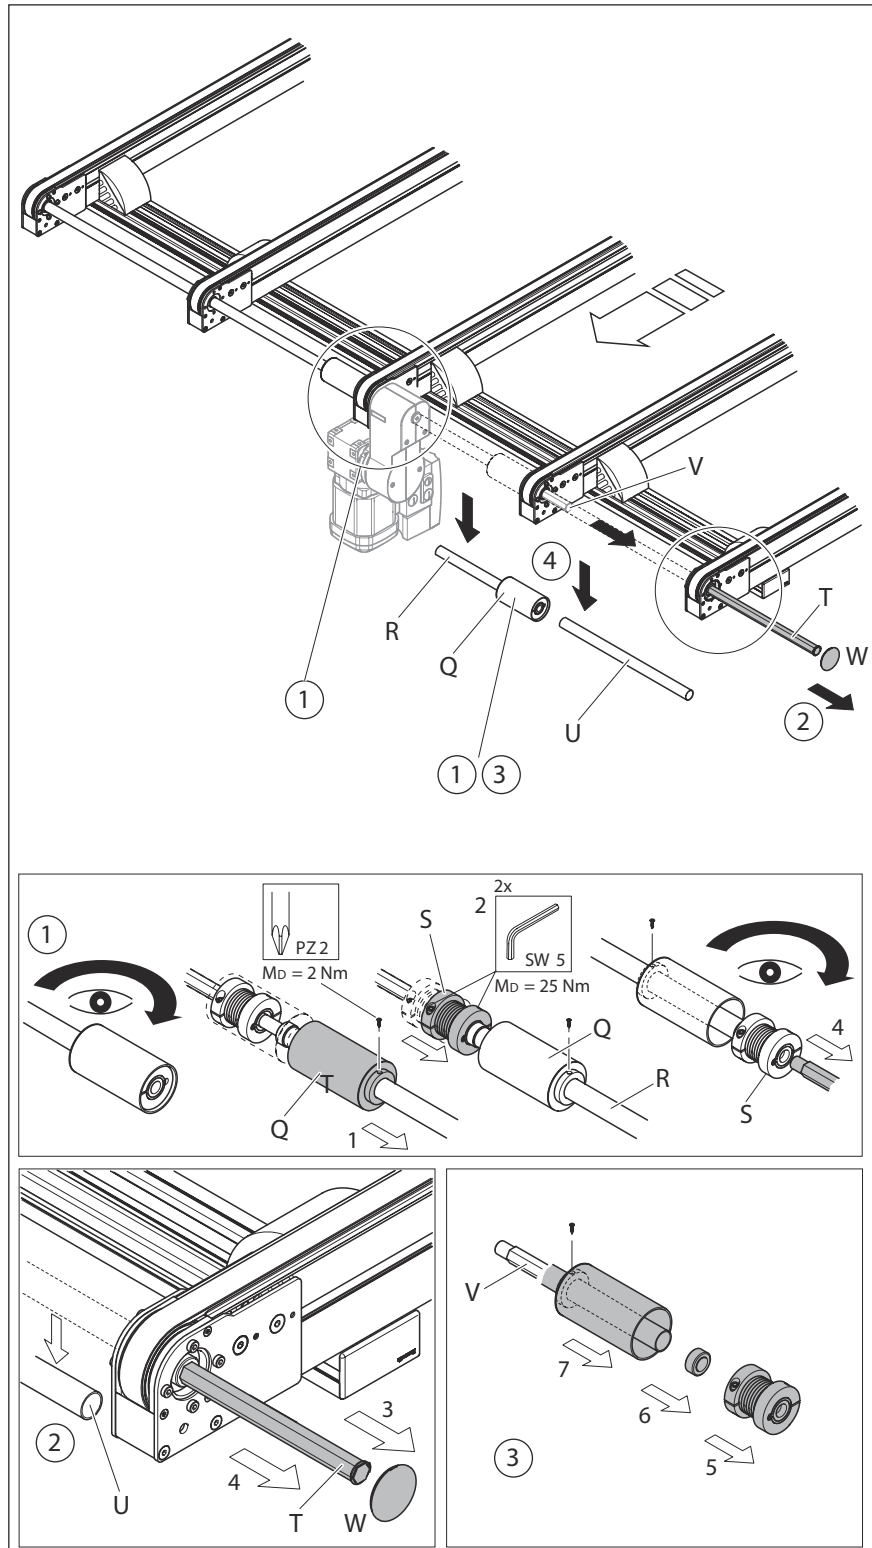

Fig. 11 : Montage sur les sections à bande CSS/N, CSS/NT : MS = 3 (1/3)
- Arbre hexagonal (F)
- Rondelle de sécurité (G)
- Capuchon (M)
13. Monter l'arbre hexagonal, voir Fig. 11.